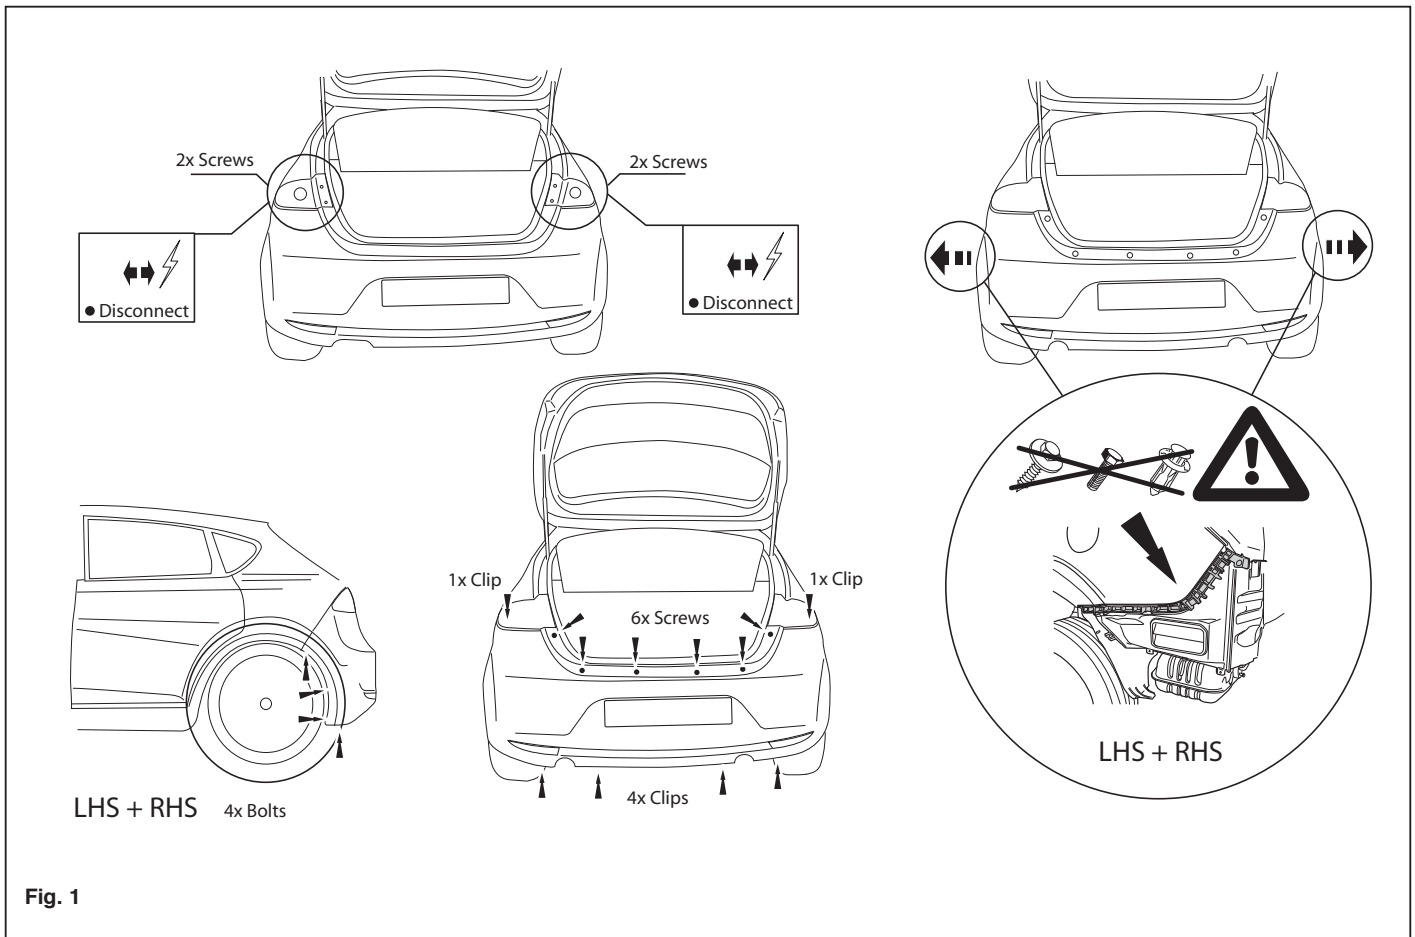

Fig. 1
2. Demontera baglysenheten. Se fig. 1.
3. Demontera kofangaren. Se fig. 1.
2. Zdemontować zespoł tylnych świateł. Patrz rysunek 1.